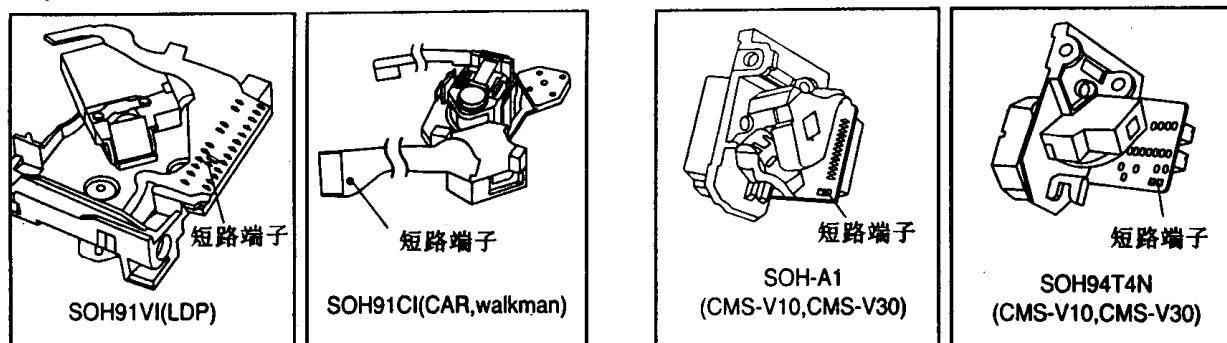

图1.1.4 机芯短路端子位置
- 6) 在更换激光头之前,使印刷电路板上的短路端子短路,它在激光头电路板的内部。图1.1.4 是各种机芯短路端的位置(当你把激光头部件提升或移动时,短路端子就短路了)。